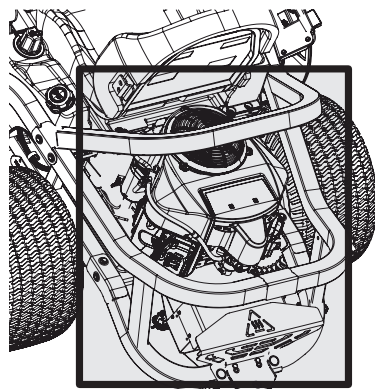

Figura 31
- Mantenga ambos lados de las ranuras de enfriamiento de la transmisión, el colector de escape, alrededor de los fusibles, todo el cableado y los arneses de cables, el tubo del silenciador, el protector del silenciador, los filtros de admisión del motor y las aletas de refrigeración, etc. libres de residuos de pasto y hojas. Consulte la Figura 31.